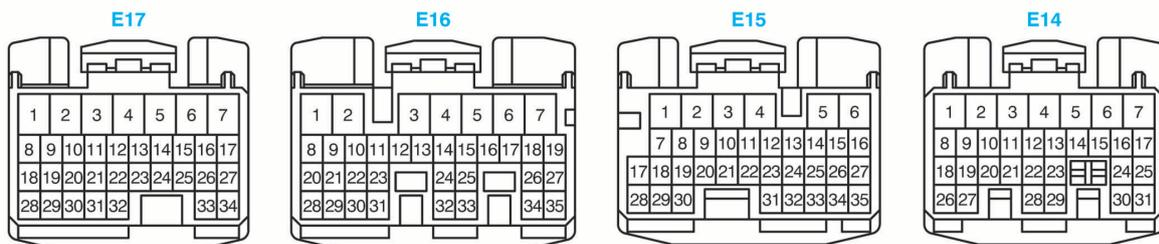

FIG. 18
**Affectation des bornes du calculateur (à partir du 08/2004) (fig. 18)**